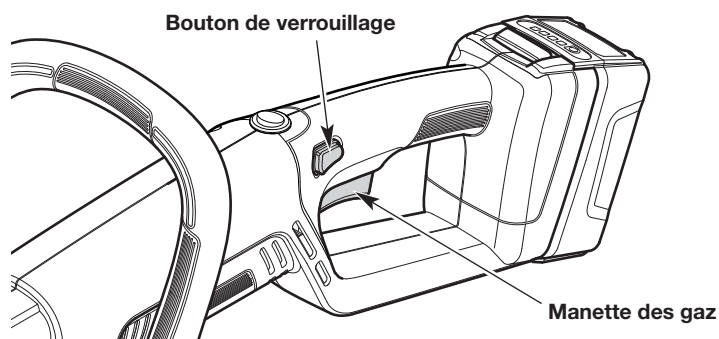

Fig. 9
2. Appuyez sur le bouton de verrouillage et maintenez-le enfoncé (Fig. 9).
3. Tout en continuant à maintenir le bouton de verrouillage enfoncé, appuyez sur la manette des gaz et maintenez-la également enfoncée (Fig. 9).
1. Relâchez la manette des gaz et attendez que toutes les pièces mobiles s'arrêtent complètement (Fig. 9).